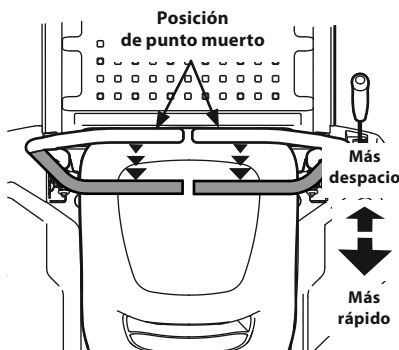

Figura 22
1. Mueva las dos palancas de control de la transmisión de barras de seguridad lenta y uniformemente hacia atrás. El tractor comenzará a moverse hacia atrás. Consulte la Figura 22.